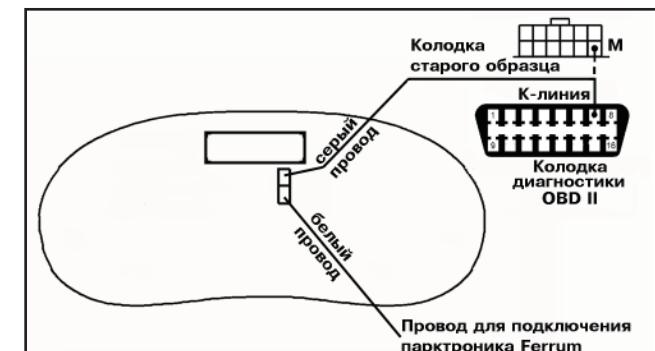

Рис. 4 Подключение бортового компьютера ЭКП.
- 6.4. Пропустить провод диагностической "К - линии" МК ЭКП к диагностической колодке и подсоединить к гнезду "М" (Рис.4). Диагностическая колодка расположена:
- 1) подключить провод "К-линии" парктроника GF801 к белому проводу, идущему от 2-х клеммной колодки ЭКП (см. Рис. 4), а не к "колодке для БК", как это указано в Руководстве на GF801. Соединение проводов выполняется клипсой, входящей в комплект парктроника GF801.